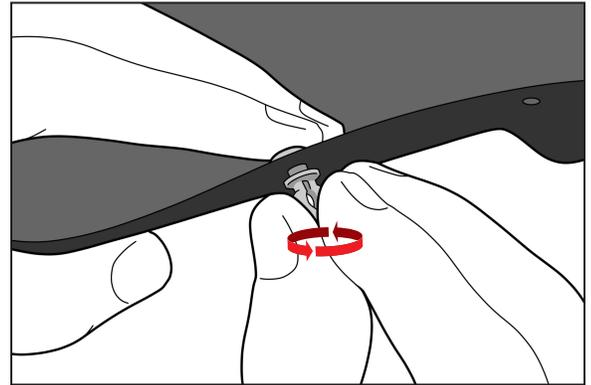

Abb. 4
1. Schrauben Sie (1) BoS Pin 2.1 um mehrere Umdrehungen auf die vorstehende Spitze der Schraube (Abb. 4).